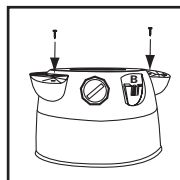

FIGURA 4
3. Asegure con los tornillos suministrados. **FIGURA 4.**